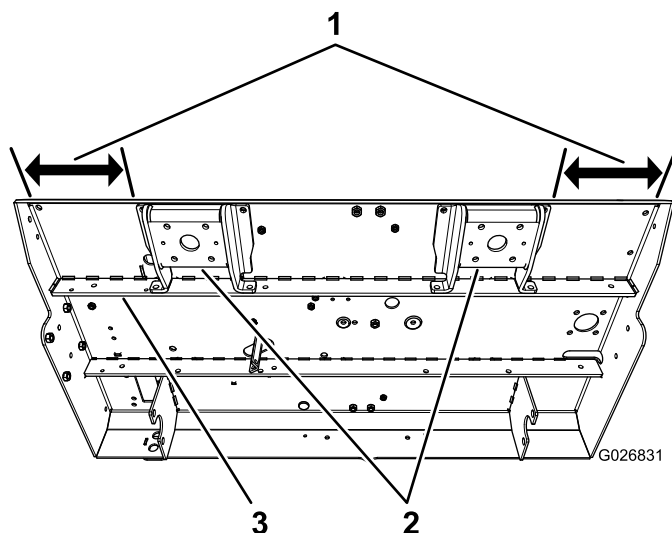
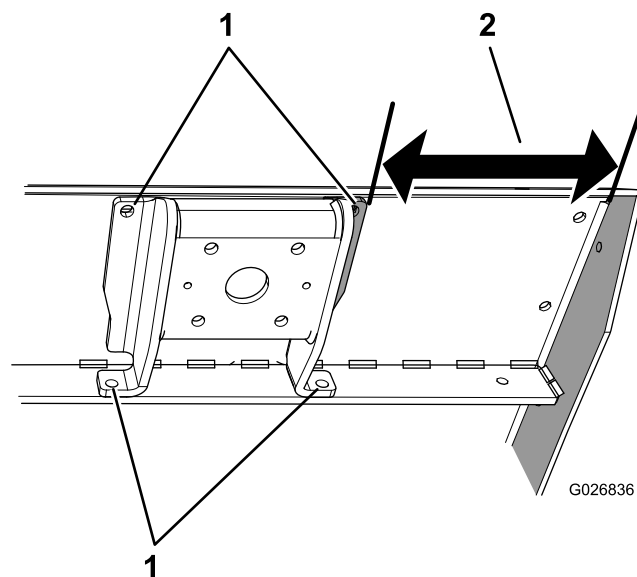

図 4
図 5
1. クランプを使って、新しいローラサポートをフレームの底部に固定する。フレームのリブに当て、フレームのエッジ前から 20.4 cm 離す 図 4 と 図 5 を参照。
3. クランプを使って、もう一つの新しいローラサポートをフレームの底部に固定する。フレームのリブに当て、フレームのエッジ後から 20.4 cm 離す 図 4 と 図 5 を参照。
注 最初に、サポートをフレームに固定しているボルトとナットを締め付け、次に、サポートをフレーム上部に固定しているボルトとナットを締め付ける 図 5。